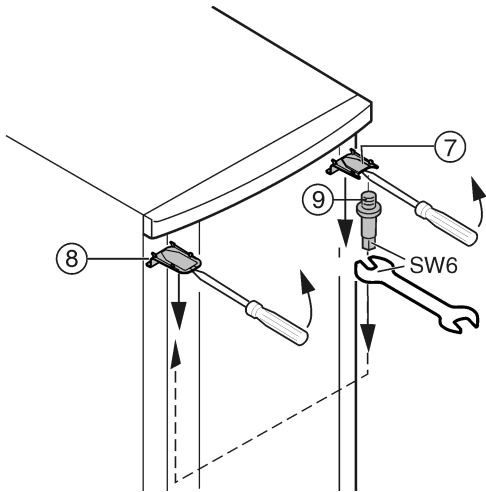

Fig. 7
- ▶ Oben Abdeckung Fig. 7 (7) und Abdeckung Fig. 7 (8) mit einem Schraubendreher vorn austrasten und schräg nach unten entfernen.
- ▶ Lagerbolzen Fig. 7 (9) herausdrehen und auf der Gegenseite **fest (mit 4 Nm)** eindrehen.
- ▶ Abdeckung Fig. 7 (7) auf der Seite des Lagerbolzens wieder montieren: hinten einsetzen, vorn einrasten.
- ▶ Abdeckung Fig. 7 (8) auf der Gegenseite montieren: hinten einsetzen, vorn einrasten.
- ▶ Tür oben in Lagerbolzen Fig. 7 (9) einhängen.